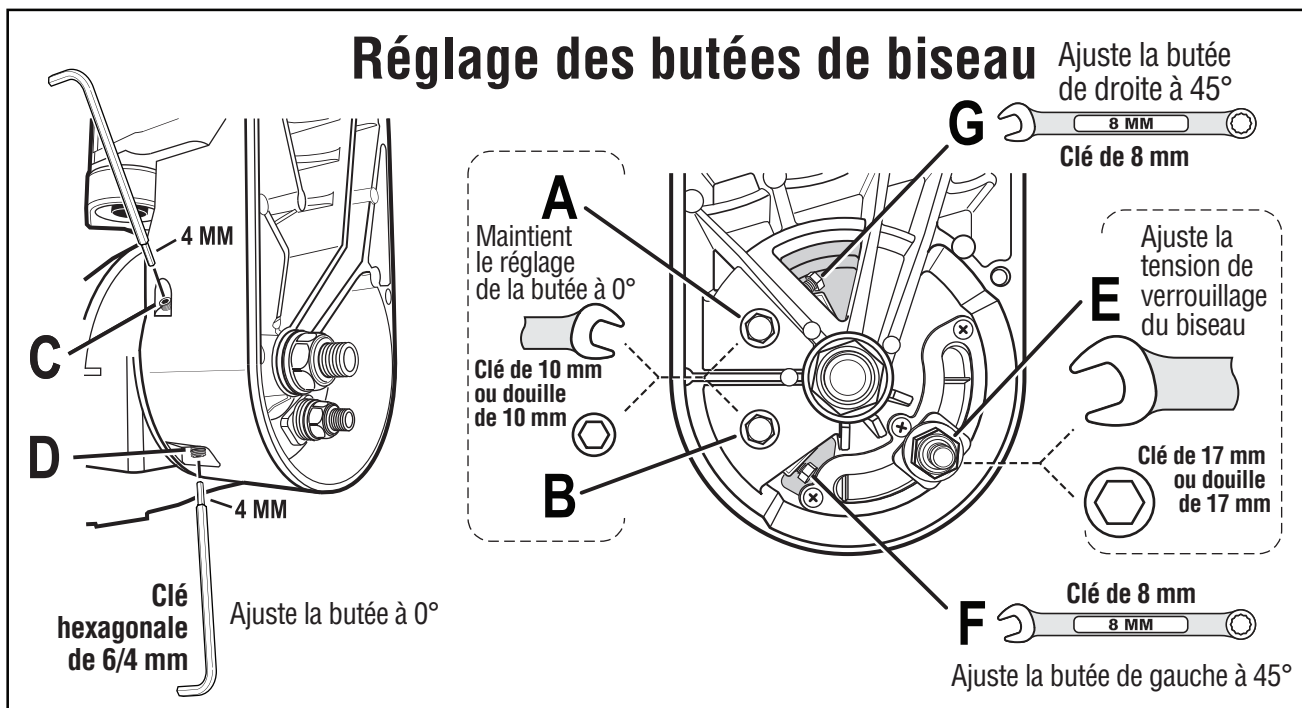

Figure 25
4. Placez une clé à molette de 8 mm sur la tête du boulon « F » (voir Figure 25).